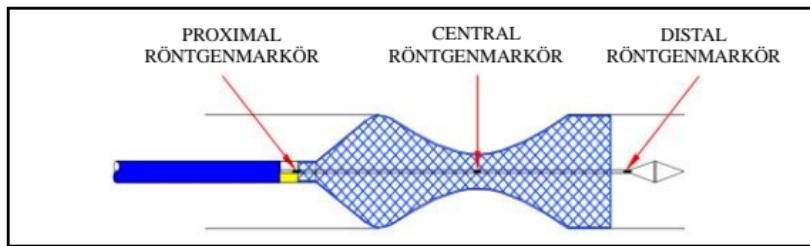

Figur 4
- När den centrala röntgenmarkören når mitten av målförträngningen fortsätter du att dra tillbaka Y-kopplingen tills stenten är helt placerad (se figur 4, 5).
- När den centrala röntgenmarkören når mitten av målförträngningen, fortsätt framåt mot kopplingen tills stenten är helt placerad (se figur 4, 6).